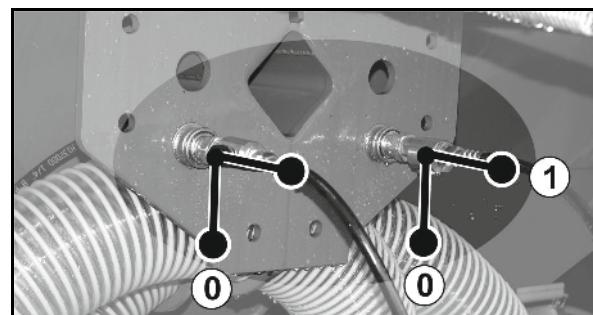

Рис. 95
7. Установите рычаг селектора (Рис. 95/1) в положение **A**.
4. При помощи гидравлики разложите загрузочный шnek (Рис. 95/2).
6. При помощи гидравлики приведите в действие загрузочный шnek (Рис. 95/1).
9. При помощи гидравлики сложите загрузочный шnek (Рис. 95/2).